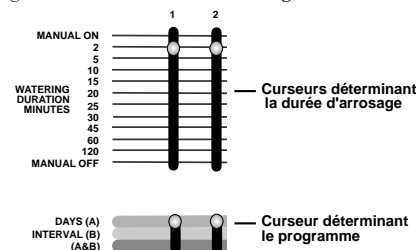

FIGURE 9 : Curseurs
- Réglez le curseur de programme pour chaque poste devant être commandé par le programme A, B ou A et B [voir la figure 9].